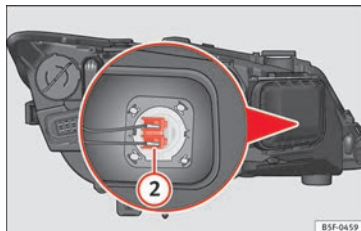

Abb. 211 Fernlichtleuchte.
- Drücken Sie den Stecker » Abb. 211 ② seitlich nach links und ziehen Sie.